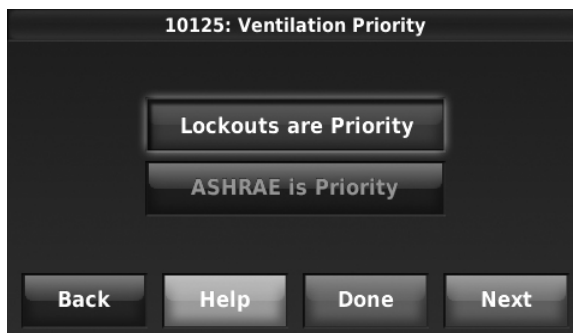

Fig. 254.
7. Select a Ventilation Priority (see Fig. 254):